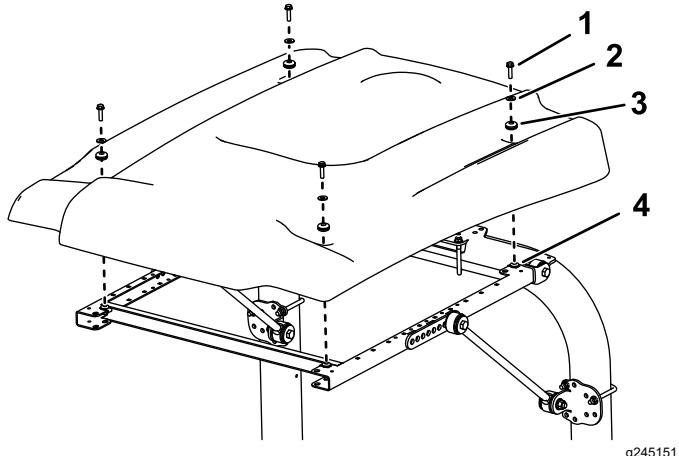

Рисунок 6
- Выравнивая монтажные отверстия, расположите солнцезащитный навес на раме, как показано на Рисунок 6.
- Установите каждый угол солнцезащитного навеса на раму с помощью болта с фланцевой головкой ($5/16 \times 1\frac{1}{4}$ дюйма), малой шайбы и уплотнительной втулки, не затягивая их (Рисунок 6).